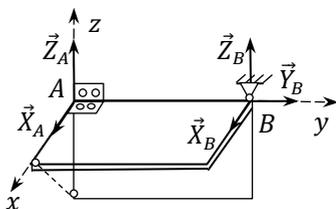

Рис. 10\*
7. Петля и сферический шарнир (рис. 10\*).